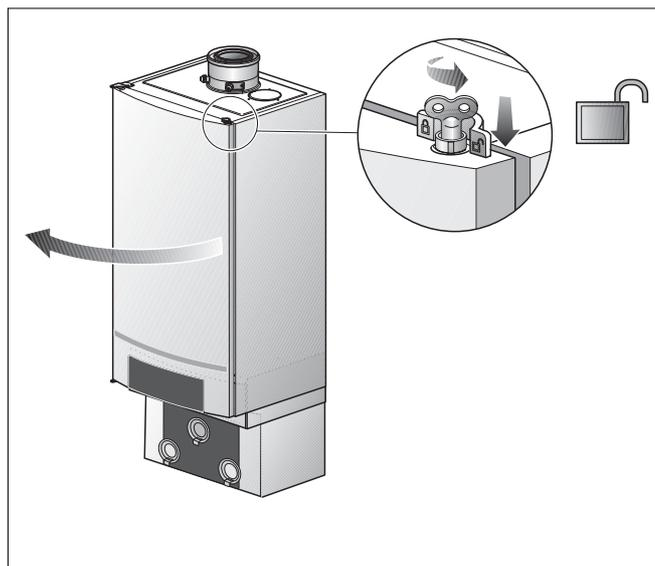

Fig. 86 Aprire il portello della caldaia
- Allentare di un quarto di giro la chiusura del portello della caldaia con la chiave di sfiato (fig.86, **zoom**).
- Premere verso il basso la chiusura (fig.86) e aprire il portello della caldaia.